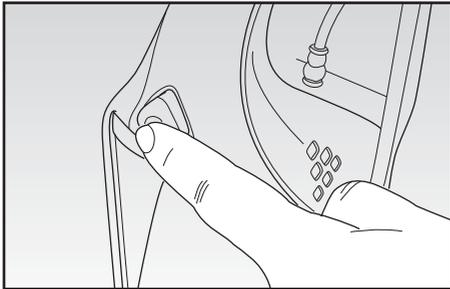

Abb. 6
- Das tragbare Teil (C) richtig in das Gehäuse des Geräts (M) einsetzen, die Einschalttaste (B) am abnehmbaren Teil (C) drücken und den Griff nach hinten in die typische Gebrauchsstellung ziehen (Abb. 6).
- Zur Reinigung großer Flächen, die Bürste (J) nach vorn drücken.